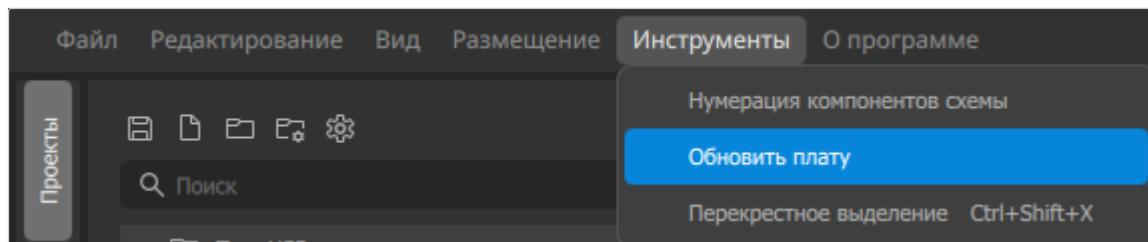

Рисунок 77. Пункт меню «Обновить плату»
- 1) Вызвать команду меню «Инструменты» → «Обновить плату» (см. рисунок 77).